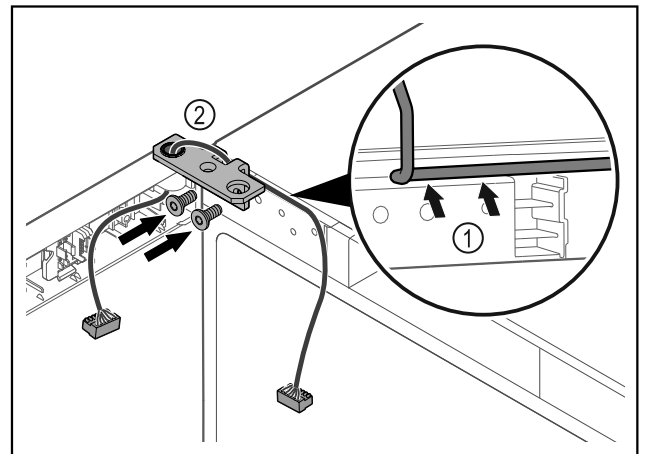

Fig. 42
- ▶ Pasar el cable por la escotadura de la escuadra de bisagra y tenderlo con cuidado Fig. 42 (1).
- ▶ Atornillar la escuadra de bisagra Fig. 42 (2).